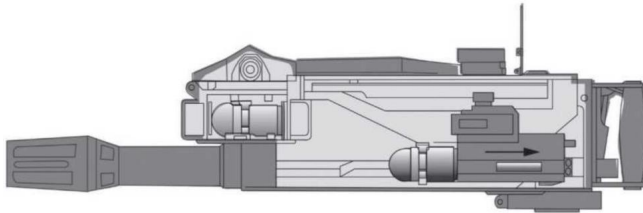

Рисунок 2.4 – зведення.
1. Рух затвора назад змушує важіль зведення втягувати ударник (рисунок 2.4). Ударник утримується ззаду за допомогою спускового важеля ударника. Спусковий важіль ударника і важіль зведення запобігають пострілу зброї, поки затвор не буде випущений вперед.